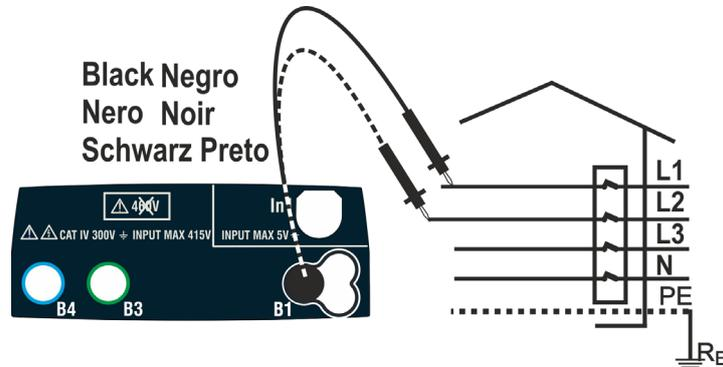
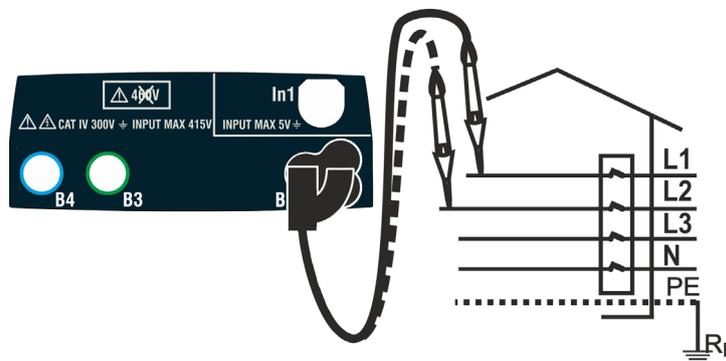

Fig. 35: Contrôle de la séquence phases avec câble de mesure
Fig. 36: Contrôle de la séquence phases avec embout à distance
- Insérer le connecteur du câble noir dans le câble d'entrée B1 correspondant de l'instrument. En alternative, utiliser le câble individuel et appliquer la pince crocodile à l'extrémité libre du câble. Il est possible aussi d'utiliser l'embout à distance en insérant son connecteur multipolaire dans le câble d'entrée B1. Brancher les pinces-crocodiles ou l'embout à distance au secteur électrique en fonction des Fig. 35 ou Fig. 36
5. Dans ces conditions, connecter la borne à pince-crocodile ou l'embout à distance à la phase L2 comme illustré dans les Fig. 35 ou Fig. 36.